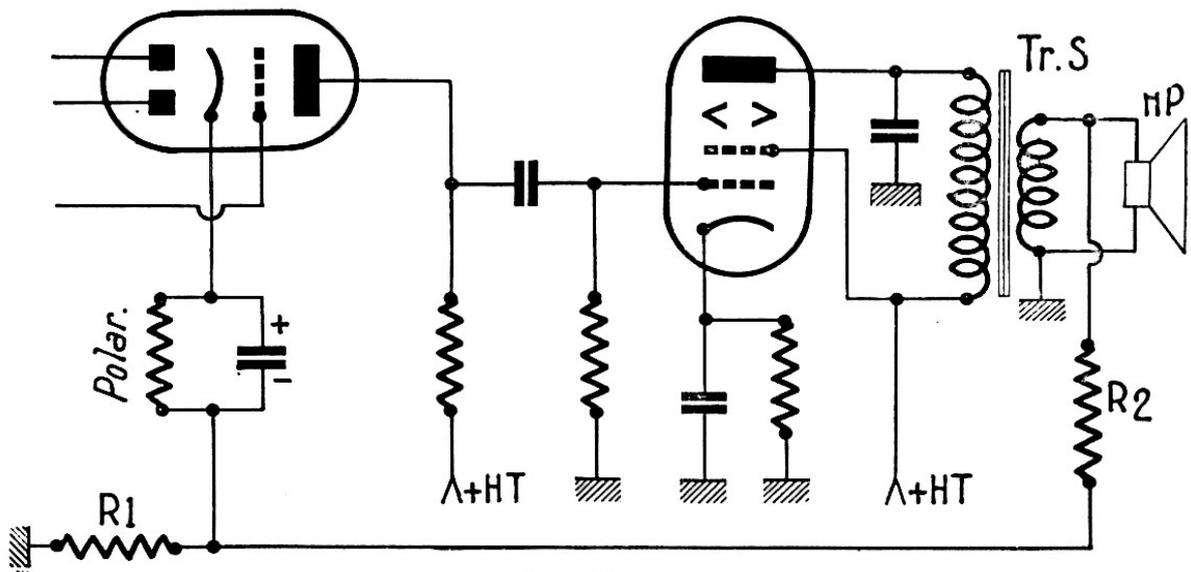

FIG. VII-5
Un autre procédé de contre-réaction de tension non sélective, représenté sur la figure VII-5, offre la possibilité d'une amélioration globale de l'ensemble BF. Cette contre-réaction s'opère, en effet, de la bobine mobile du HP à la cathode du premier tube basse fréquence. Le dispositif comprend seulement deux résistances R_1 et R_2 ; pour un taux de contre-réaction de l'ordre de 10 %, on a $R_1 = 20 \Omega$ et $R_2 = 250 \Omega$.
b) Une contre-réaction de tension non sélective, taux de 10 % environ, sur l'ensemble de la section BF faisant suite (montage de contre-réaction de la figure VII-5).
Est-il besoin de préciser que les montages des figures VII-5, 6 et 7 peuvent également être installés sur des sections BF push-pull ?